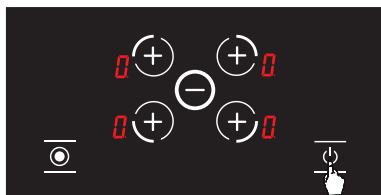

Abbildung 5
1. öffnet sich durch Berühren der Taste. (siehe Abb. 5)